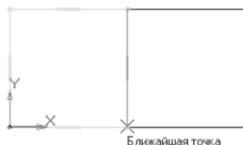

Рис. 367
- кнопка переключения  – **Редактирование**, команда  – **Сдвиг**. На панели **Свойств** выберите **Режим**  – **Оставлять исходный объект**. Укажите базовую точку для сдвига (начало координат). Переместите фантом квадрата, как показано на рис. 367, и щелчком ЛКМ зафиксируйте его;